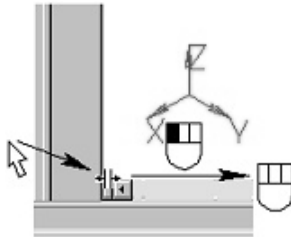

Рис. 29
**Создание чертежа.** Откройте 2D окно. Для этого подведите курсор к левому нижнему углу 3D окна. При приближении к специальной кнопке курсор изменит свой вид. Теперь можно нажать  и вести курсор вправо примерно до середины окна. Затем нужно отпустить нажатую кнопку (рис. 29). Система спросит вас, какое окно вы хотите открыть. Нужно поставить метку напротив 2D окна (рис. 30) и нажать [ОК].